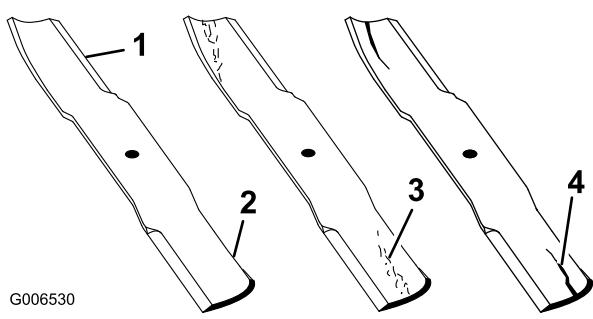

Bild 28
- Prüfen Sie die Schnittkanten des Messers sorgfältig, insbesondere dort, wo die geraden Flächen die gebogenen berühren (Bild 28). Da Sand und anderes reibendes Material das Metall abschleifen kann, das
die flachen mit den gebogenen Teilen verbindet, müssen Sie das Messer vor jedem Einsatz der Maschine prüfen. Tauschen Sie das Messer aus, wenn Sie eine Abnutzung feststellen (Bild 28); siehe „Entfernen des Schnittmessers“.
Wenn sich das Messer abwetzen kann, bildet sich ein Schlitz zwischen dem Windflügel und dem flachen Teil des Messers (Bild 28). Zuletzt kann sich ein Stück des Messers lösen und aus dem Gehäuse herausgeschleudert werden. Das kann zu schweren Verletzungen bei Ihnen selbst und Unbeteiligten führen.